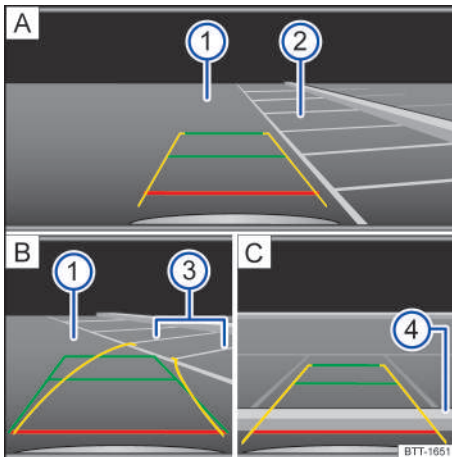

Fig. 177 Sistema de infotainment: aparcar en batería.
- ① Calzada
- ② Hueco de aparcamiento
- ③ Limitación lateral del hueco de aparcamiento
- ④ Limitación trasera del hueco de aparcamiento
3. Sitúe el vehículo delante del hueco de aparcamiento → fig. 177 **A** ②.
4. Retroceda girando el volante de manera que las líneas amarillas se introduzcan en el hueco de aparcamiento. Las líneas verdes y amarillas tienen que coincidir con las líneas de delimitación laterales → fig. 177 **B** ③.
5. Detenga el vehículo cuando la línea roja haya alcanzado la delimitación trasera → fig. 177 **C** ④.